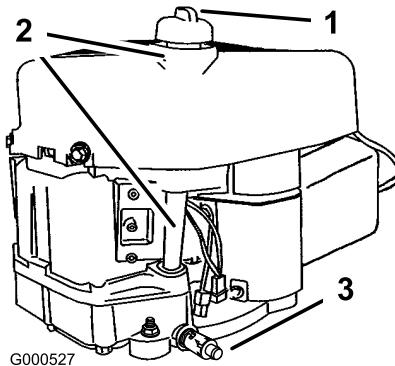

Bild 34
- Reinigen Sie den Bereich um den Ölpeilstab (Bild 34), damit kein Schmutz in den Einfüllstutzen gelangen und den Motor beschädigen kann.
- Reinigen Sie den Bereich um den Peilstab und drehen den Verschlussdeckel ab (Bild 34).
- Gießen Sie ca. 80 % der angegebenen Ölmenge langsam in den Einfüllstutzen (Bild 34).